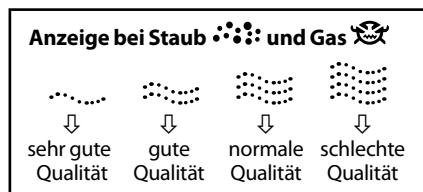

Abb. 1: Luftqualität dargestellt in der Anzeige (2)
6 Staubsensor (15) und Gassensor (16): Die gemessene Luftqualität ist in der Anzeige (2) sichtbar (Staub, Gas). Je schlechter die Qualität der Raumluft ist, umso mehr Wellenlinien werden angezeigt (vgl. **Abb. 1**). Im Automatikbetrieb wird die Ventilatorleistung automatisch an die Luftqualität angepasst.
Sehr gut, gut, normal und schlecht (vgl. **Abb. 1**).